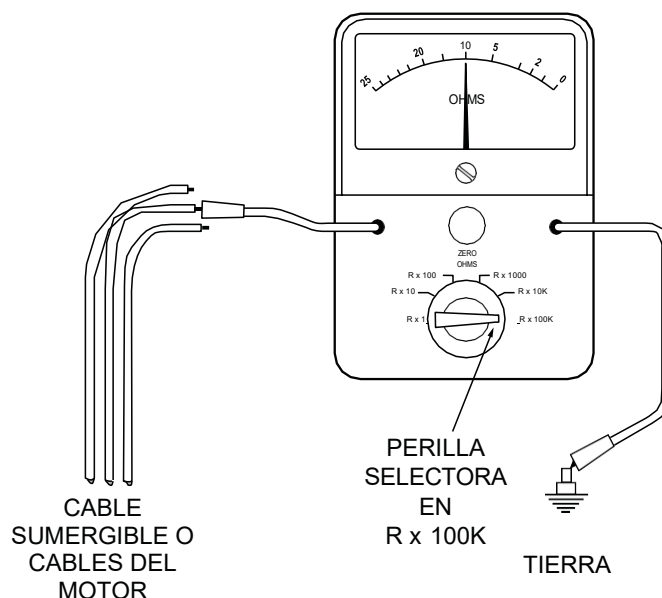

FIGURA 4 - Medición de resistencia de aislamiento
- Verifique la resistencia entre el conductor del cable sumergible y tierra. Ver FIGURA 4.
Desenganche los cables y adjúntelos. Ver FIGURA 4.